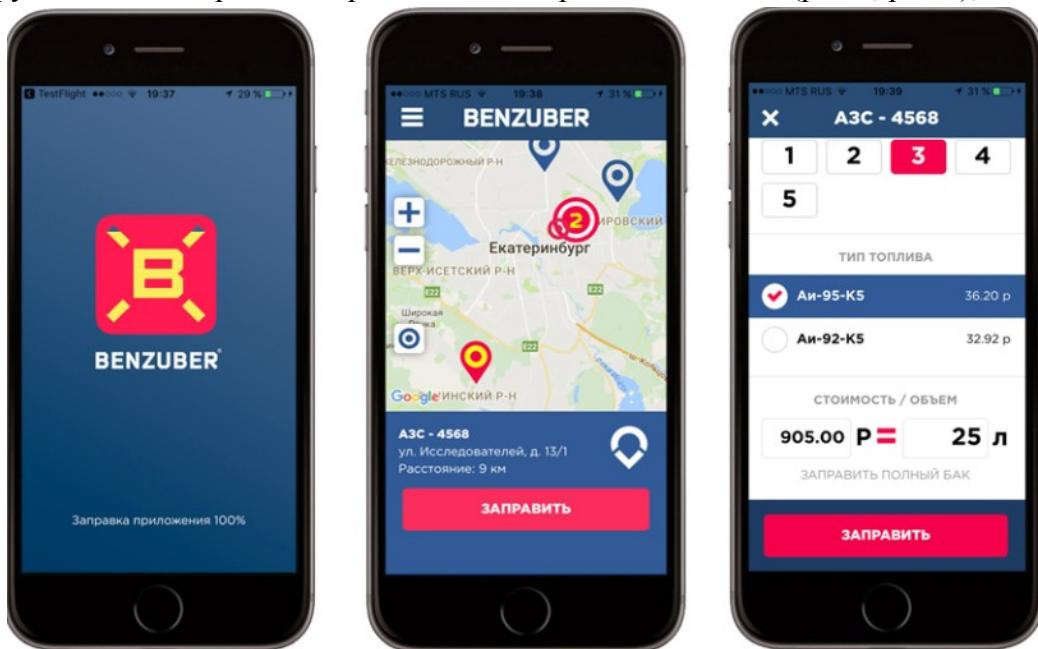
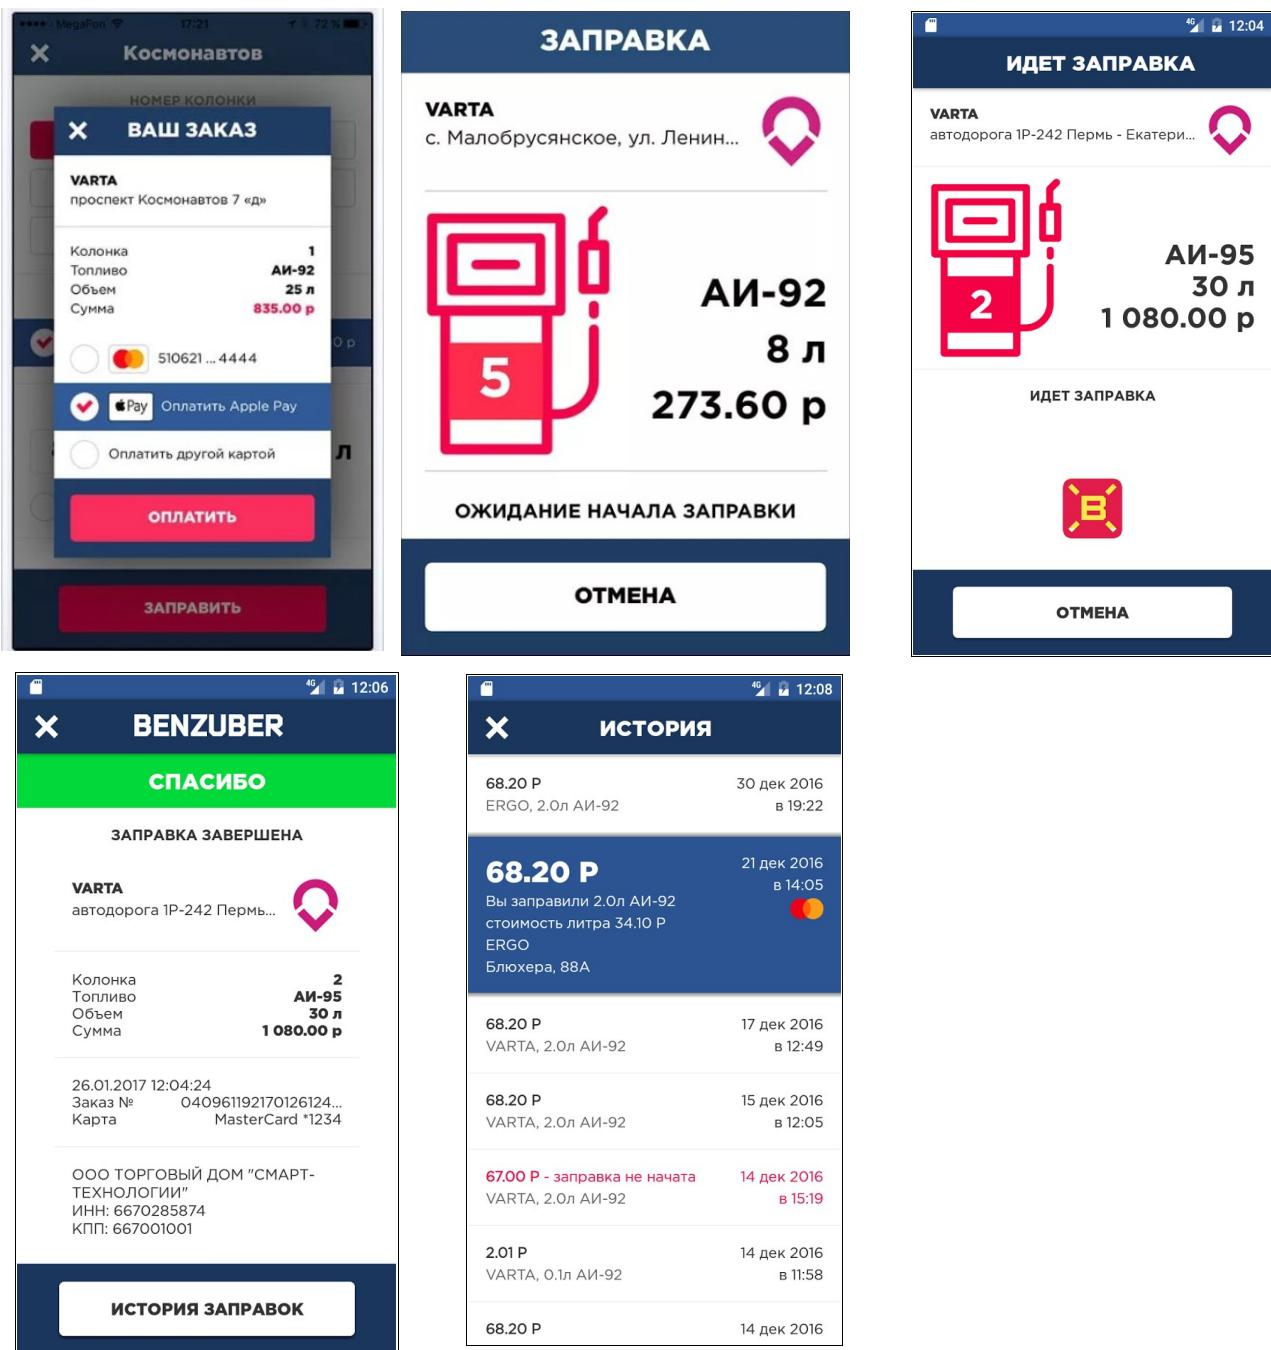

Рис.4
Рис.5
1. Запустите приложение BENZUBER, по умолчанию откроется карта , выберите нужную АЗС или включите геолокацию и позвольте программе самостоятельно определить ближайшие к вам заправочные станции (рис.4);
2. Прибыв на место, выберите номер колонки и вид топлива, затем укажите нужный объем в литрах или сумму в рублях и подтвердите операцию для совершения платежа (рис.4, рис.5);
«Заправка завершена», в котором можно нажать кнопку «История заправок», откроется окно с историей заправок (рис.5);